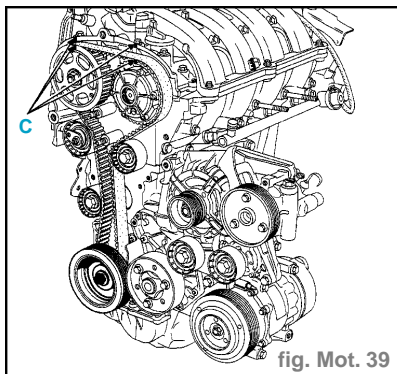

fig. Mot. 39
- aligner les repères (6) et (7) si nécessaire, en desserrant d'un tour maximum l'écrou du galet tendeur tout en le maintenant à l'aide d'une clé six pans de **6 mm**. Puis serrer définitivement l'écrou au couple de **2,8 daN.m**,
- effectuer un repérage (C) à l'aide d'un crayon entre les poulies des arbres à cames et le carter chapeau paliers d'arbres à cames (fig. Mot. 39),
- effectuer un repérage (C) sur la couronne du déphaseur d'arbre à cames d'admission et la poulie d'échappement par rapport au carter chapeau palier arbre à cames (fig. Mot.39),